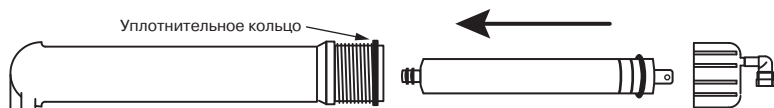

Рис. 14
1. Установите префильтр(ы). Первый префильтр (маркировка на колбе PREFILTER) уже установлен во всех моделях. Установите во вторую колбу (CARBON) угольный картридж GAC-10 или CC-10, в третью ступень (SEDIMENT) установите механический префильтр (1мк) P1 или atoll МП-1В (см. таблицу на стр. 15). Для установки картриджа необходимо раскрутить колбу при помощи ключа (10). Аккуратно снимите защитную пленку с картриджа и установите его в колбу. Обратите внимание на маркировку “THIS END NEXT TO VESSEL THREADS” на верхней крышке картриджа (Pentek GAC-10 и CC-10). Закрутите колбу вручную, без применения ключа, не прикладывая чрезмерных усилий.
2. Установите мембрану. Для этого отсоедините трубку от быстрого разъёмного коннектора крышки колбы мембраны. Открутите крышку колбы мембраны. Смажьте силиконовой смазкой резиновые уплотнения мембраны. Установите мембрану в корпус согласно **рис. 14**. Смажьте силиконовой смазкой уплотнение крышки колбы мембраны и аккуратно установите его на колбу. Закрутите крышку колбы мембраны и пристыкуйте трубку. Следите, чтобы уплотнительное кольцо крышки колбы было установлено на колбе без перекосов.